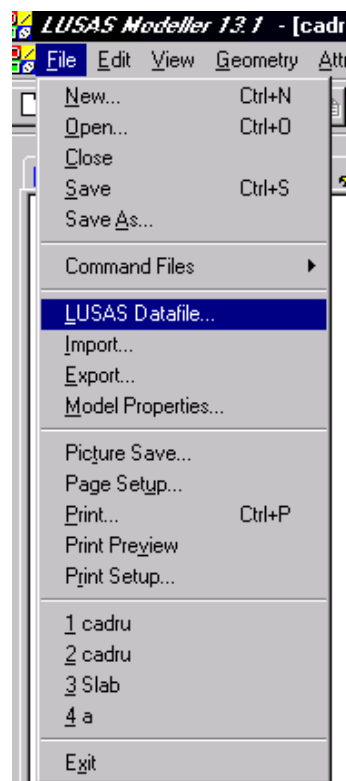

Fig. 30
- se deschide meniul **File** (fig. 30)
- se deschide meniul **File** (fig.30)